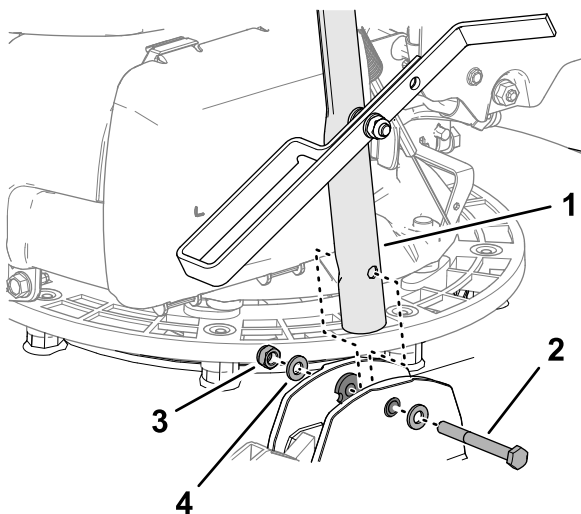

Figura 7
3. Alinai orificiul din opritorul acionat cu piciorul cu orificiile din buce (Figura 7) și fixai bara de ghidare la mână cu un urub (6 x 55 mm), 2 aibe (6 mm) și o contrapiuliă (6 mm).